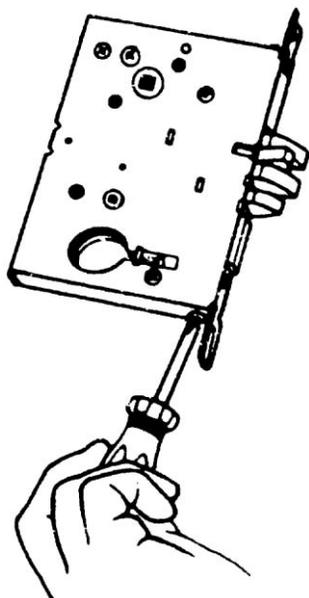

Рис. 6.29. Регулировка положения скошенной защелки с помощью отвертки (С разрешения компании Schlage Lock Company)
7. Отрегулировать скошенную защелку, ослабив два винта в верхней и нижней частях корпуса замка. Поставить лицевые планки под требуемым углом и завинтить винты (рис. 6.29).